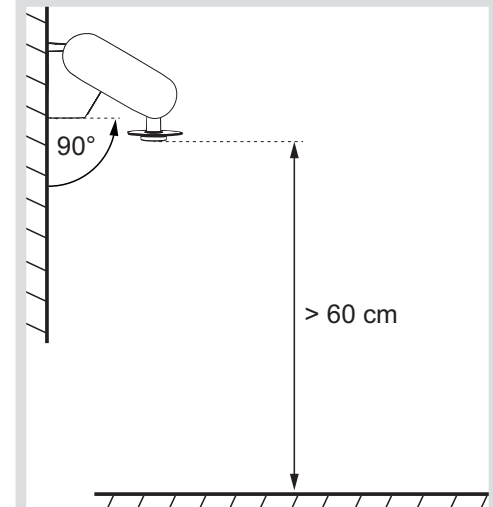
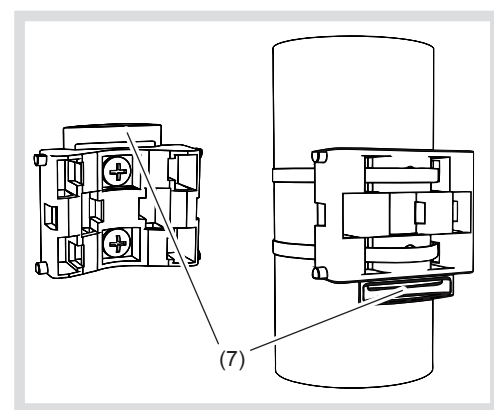

Figura 2
Figura 5: fissaggio sulla parete (sinistra)/sul palo (destra)
La stazione meteorologica deve essere montata in posizione verticale su una parete (figura 2) o su un palo (figura 5, a destra)
- in caso di montaggio a parete, applicare alla parete il lato piatto del supporto, la forma a mezzaluna (7) verso l'alto (figura 5, a sinistra).
- in caso di montaggio su un palo, applicare sul palo il lato curvo e la forma a mezzaluna (7) verso il basso (figura 5, a destra).